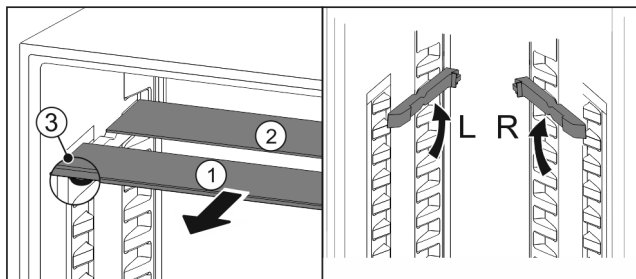

Fig. 100
- Wyciągnąć Fig. 100 (1) pojedynczo półki szklane do przodu.
- ▷ Płyta szklana Fig. 100 (1) z listwą ozdobną znajduje się z przodu.
- ▷ Stopery Fig. 100 (3) wskazują w dół.